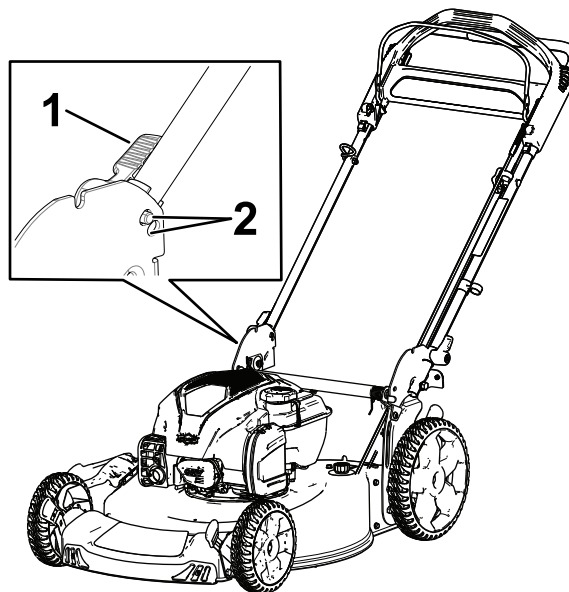

Рисунок 4
3. Установите фиксатор рукоятки в 1 из 2 положений (Рисунок 4) до установки штифта на место со щелчком, чтобы заблокировать рукоятку в рабочем положении.